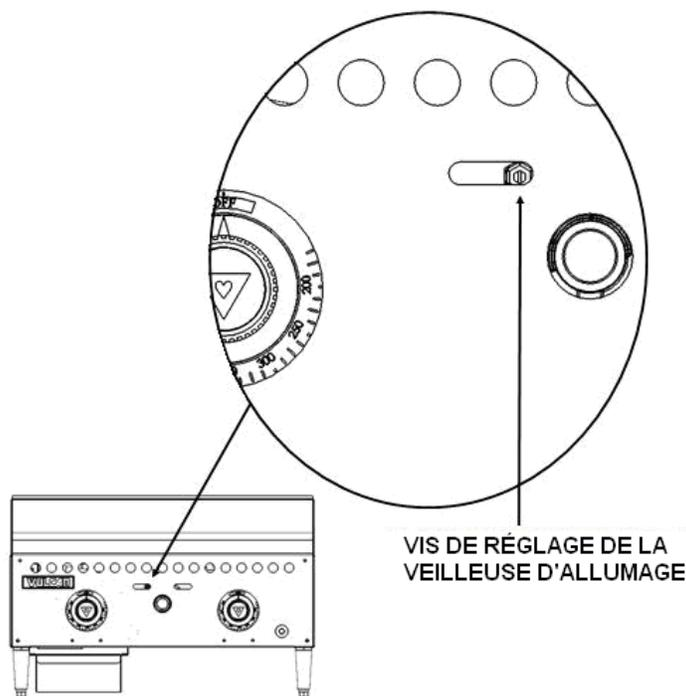

Fig. 6
4. Lorsque le gaz à la veilleuse brûle pendant environ 45 seconds, lâchez le bouton de la soupape de sûreté. Si la veilleuse ne reste pas allumée, répétez le processus en permettant plus de temps avant de lâcher le bouton. La quantité de temps nécessaire pour appuyer le bouton de la soupape de sûreté à l'installation initiale de l'appareil et si l'alimentation principale en gaz est fermée une longue quantité de temps. Il peut être nécessaire de régler la soupape de la veilleuse pour augmenter le gaz. Voir Fig. 6 à la page 12.
À l'aide d'un tournevis à tête plate, tournez la vis à tête hexagonale fendue de réglage de la veilleuse d'allumage dans le sens des aiguilles d'une montre pour diminuer la flamme et dans le sens contraire des aiguilles d'une montre pour augmenter la flamme. Voir Fig. 6.